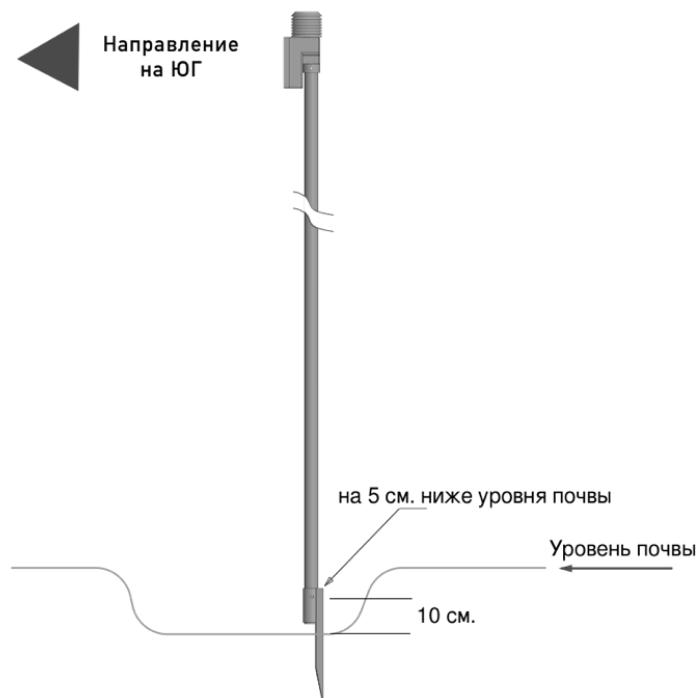

Рисунок 4 – крепление мачты на кронштейн.
6.7 Порядок установки комплекса поэтапный. На штык лопаты выкапывается траншея шириной 30-40 см, длиной порядка 50 см. Первым устанавливается мачта на кронштейн. В траншее вбивается кувалдой установочный кронштейн (заостренным концом в землю и внутренним углом на «ЮГ»). Кронштейн вбивается на 5 см ниже уровня земли (рисунок 4). Уровнем контролируется вертикальность. До отверстия, на которое крепится мачта, должно быть порядка 10 см.